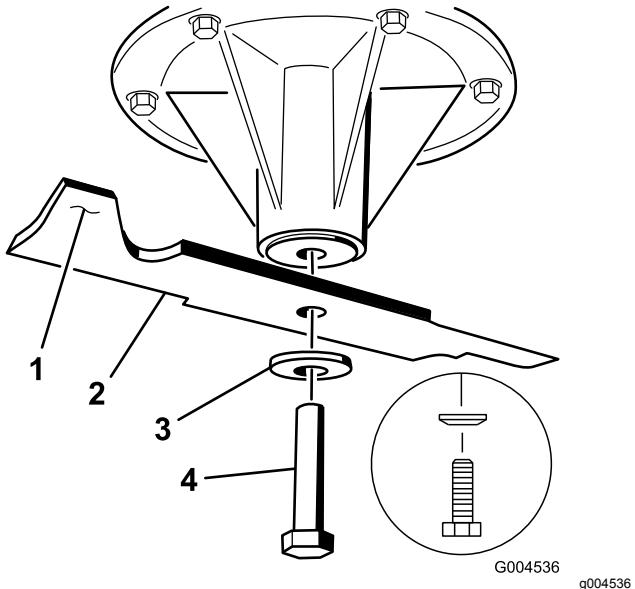

Figura 114
2. Retire del eje el perno de la cuchilla, la arandela curva y la cuchilla (Figura 114).
1. Instale la cuchilla en el eje (Figura 114).
2. Instale la arandela curva y el perno de la cuchilla (Figura 114).